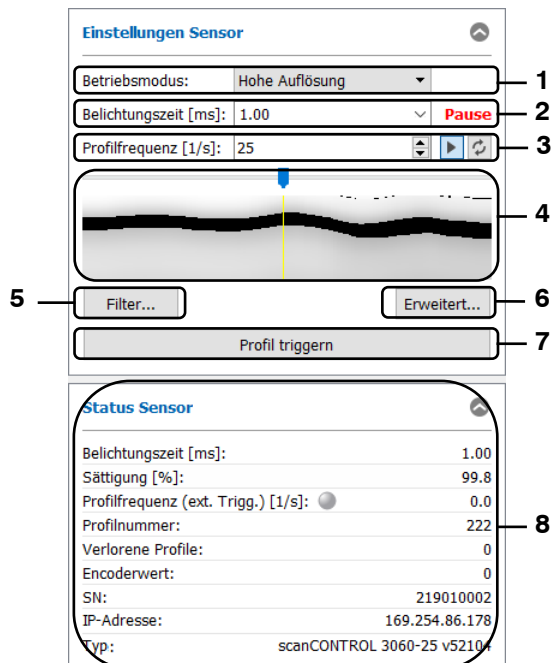

Abb. 3.12: Eingabefeld „Einstellungen Scanner“
-  **Datenübertragung anhalten/fortsetzen:** Startet/Unterbricht die Profilübertragung vom Scanner. Wenn die Datenübertragung unterbrochen ist, wird eine entsprechende Statusmeldung oberhalb der Schaltfläche angezeigt (siehe Abb. 3.12, Bereich 1).